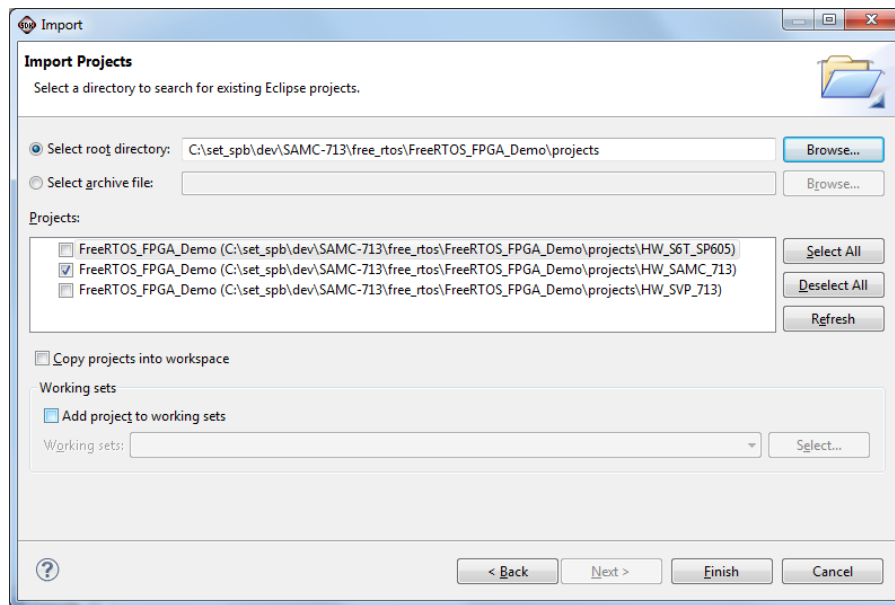

Рисунок 3-12: Выбор проекта для импорта в Xilinx SDK
3. В открывшемся окне (рисунок 3-12) выберите место расположения импортируемого проекта «C:\set_spb\dev\[имя_модуля]\FreeRTOS_FPGA_Demo», и нажмите кнопку «Finish».